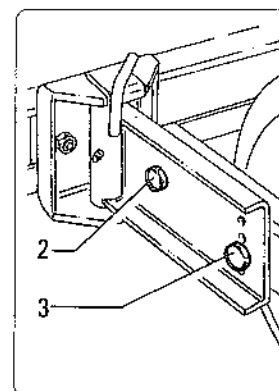

fig. 5.2.2
5.2.2 - Réglage des roues fig. 5.2.2